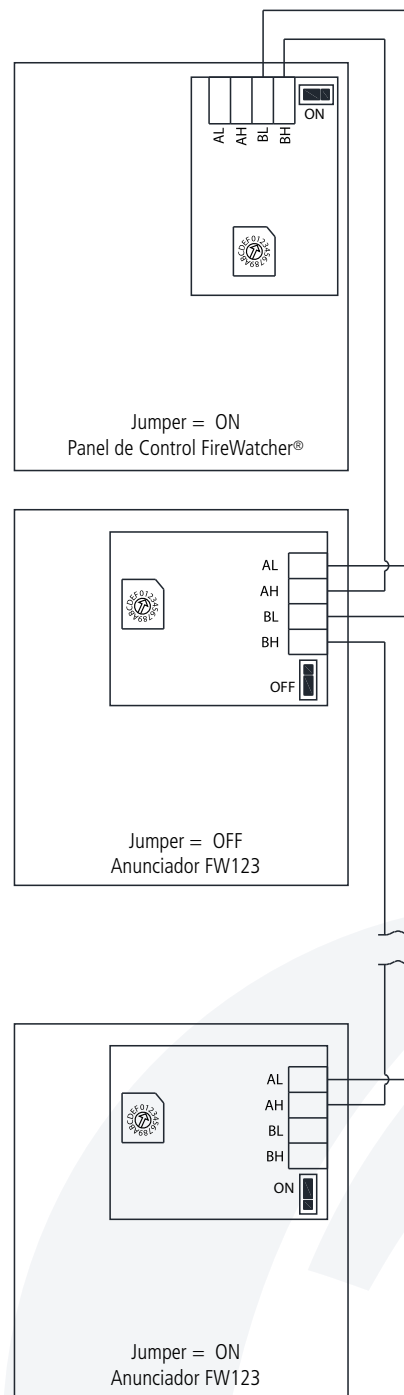

Figura 5 - Circuito de Red Externa
2. El circuito de red externo (clase B, potencia limitada) puede direccionar hasta 110 anunciadores remotos. Al conectar anunciadores en el circuito de red externo, los cables de datos deben estar en cadena y sin derivaciones en T para preservar la integridad de los datos. El puente debe ajustarse correctamente como se muestra en la figura 5.